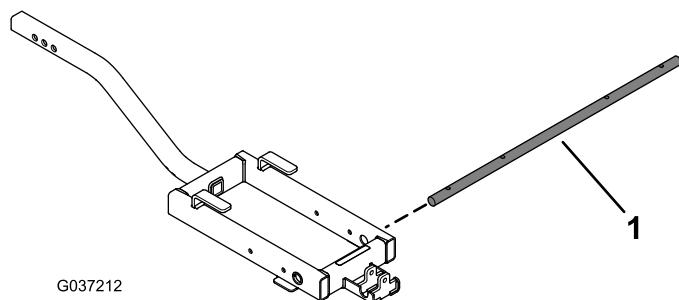

Рисунок 3
- Проденьте поворотный вал разбрасывателя сквозь монтажную раму разбрасывателя и втулки с зажимами (Рисунок 3).